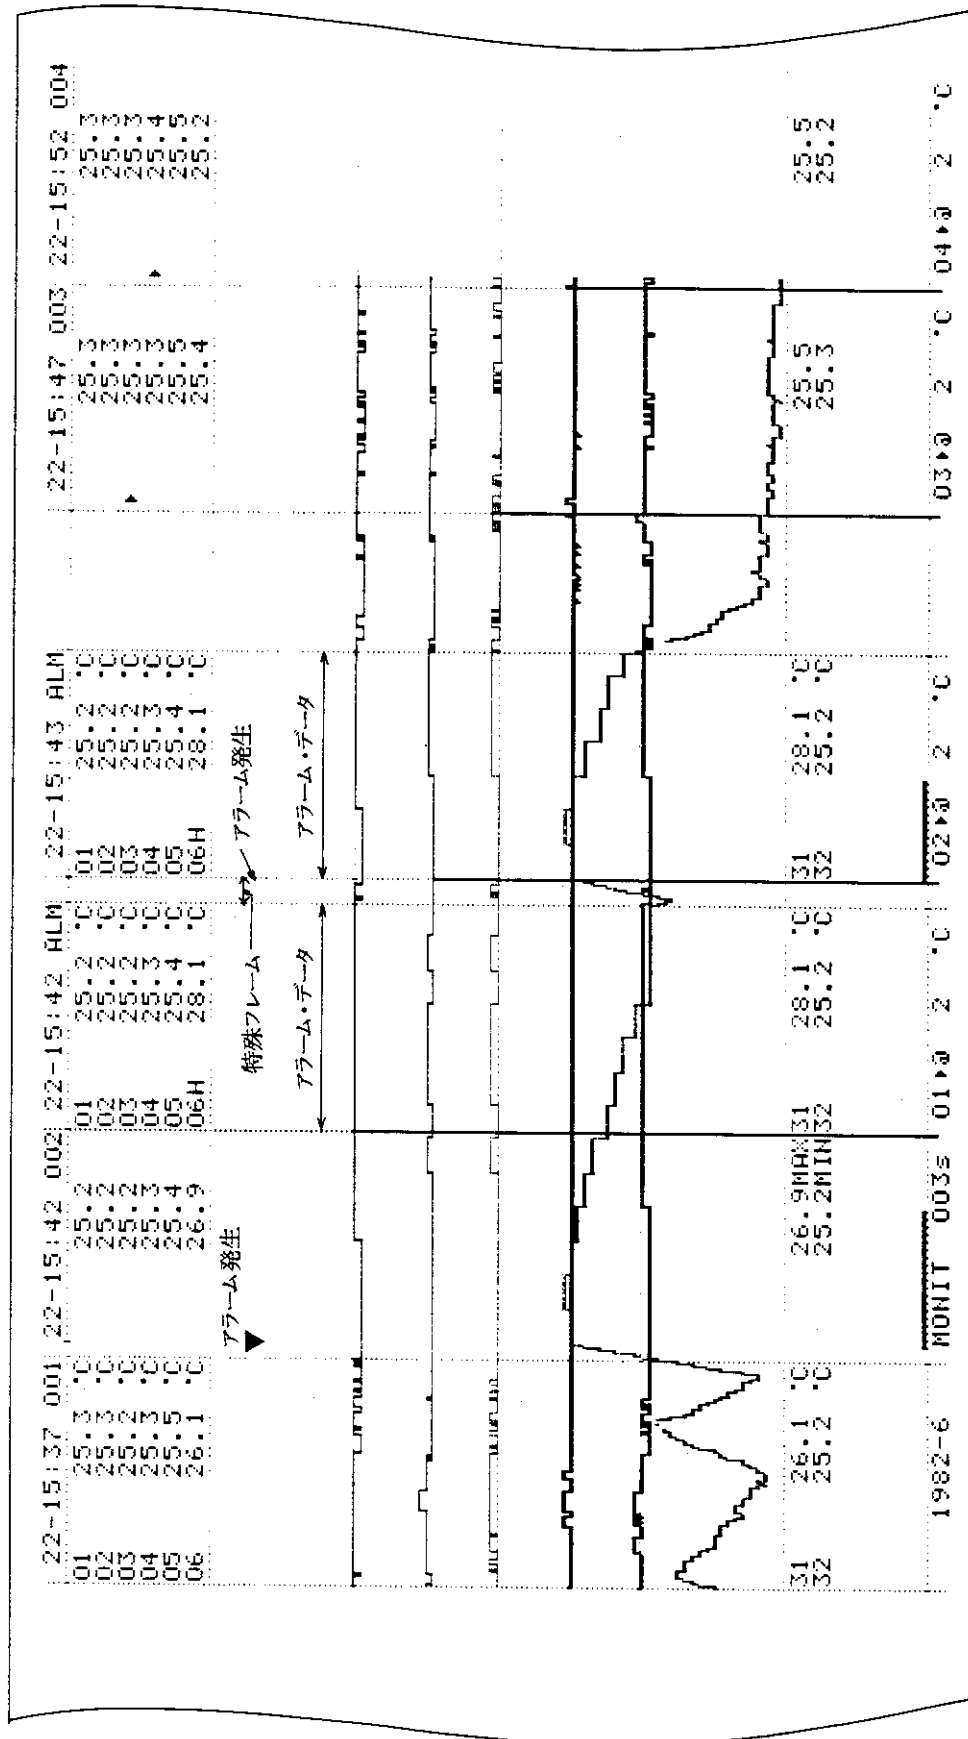

図 4-23 印字例 21:特殊フレーム印字中に再びアラームが発生した場合
- **M/AL** モード、または **L/M/AL** モードを設定してある場合で特殊フレームを記録中の時は、早送り印字動作に切換わり、ただちにアラーム・フレームにすべてのチャンネルのデータを印字します。アラーム・フレームの印字が終了しますと再び通常の印字速度に戻り、特殊フレームを記録します。〔図 4-23〕参照